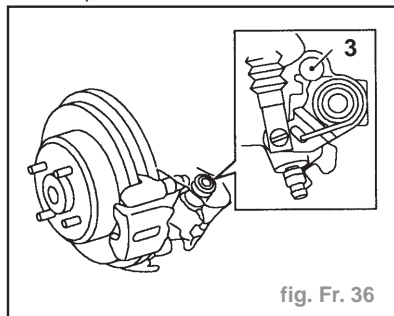

fig. Fr. 36
- Contrôler que le levier de frein à main de chaque étrier touche l'axe d'étrier de frein (3) (fig. Fr. 36).